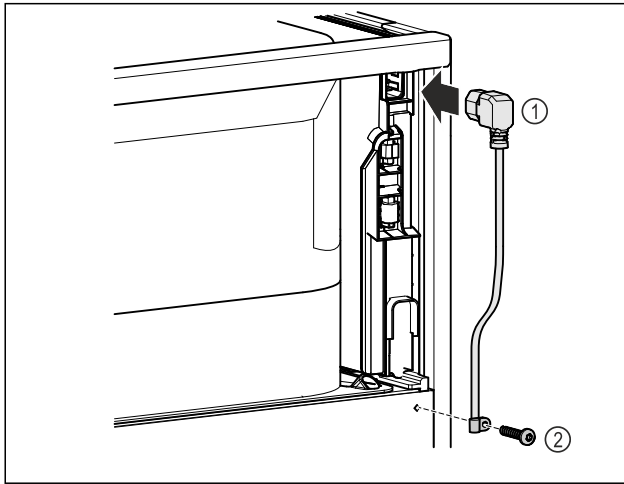

Fig. 9
- ▶ Συνδέστε την υποδοχή τροφοδοσίας του καλωδίου τροφοδοσίας Fig. 9 (1) στην πίσω πλευρά της συσκευής.
- ▶ Τοποθετήστε το ανακουφιστικό καταπόνησης. Fig. 9 (2)